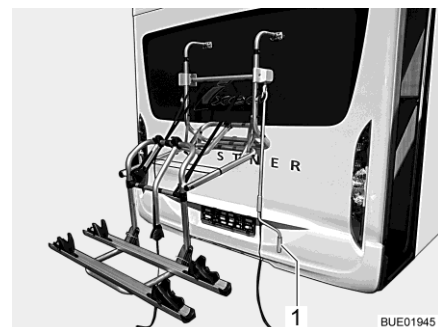

Fig. 4 Portabiciclette, abbassato
- Attaccare la manovella (Fig. 4,1) al portabiciclette e abbassare il portabiciclette all'altezza utile.